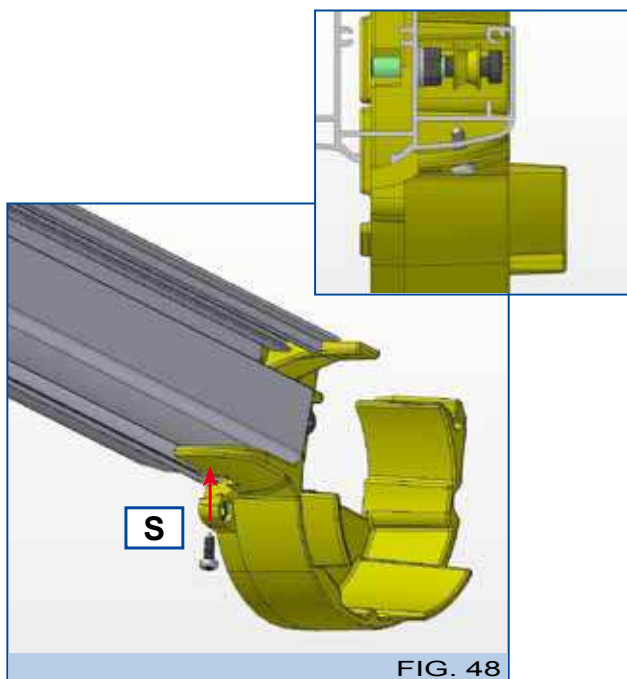

FIG. 48
En cas d'assemblage de store de grandes dimensions impossible à monter en atelier, installer d'abord la partie gauche, puis la partie droite et les essayer séparément. Pour soutenir le guide central lors du montage de la partie droite, réaliser un trou au niveau de l'ailette du joint central (voir fig.48 (S)).